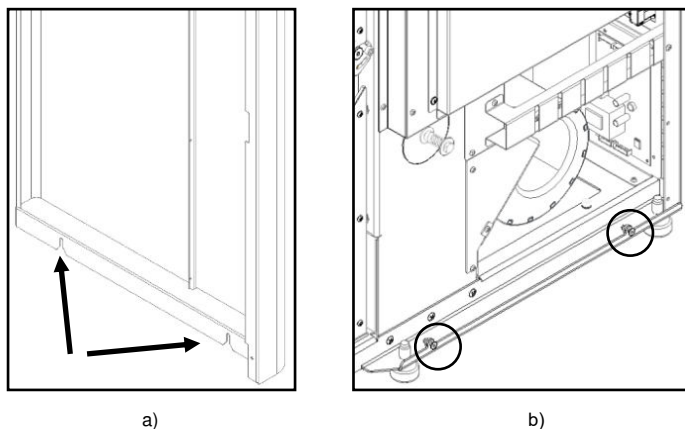

Figure 94 - Fixation des habillages
c) Insérez les trous inférieurs des habillages latéraux (Figure 94-a) dans les guides au bas de la machine (Figure 94-b).